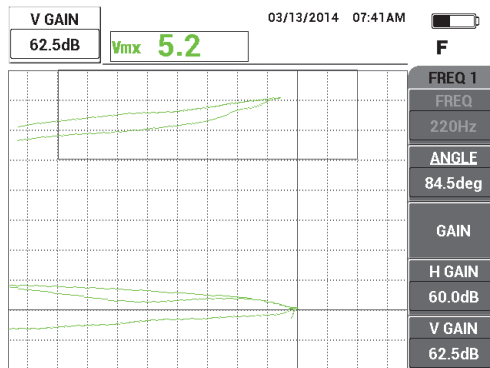

図 5-26 垂直ゲインの調整
- ゲインキー (**dB**) を 3 回押して **V ゲイン** パラメーターにアクセスし、信号が画面上の垂直軸の最後に達する（画面の高さ 90% に相当する）位置まで垂直ゲインを増加します（147 ページの図 5-26 を参照）。